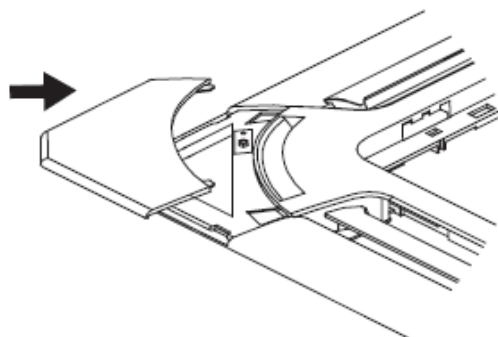

Fig. 10.6
6. Strangeti capacele de instalare in toate cele patru colturi impingandu-le spre interior. (Vezi Fig.10.6)